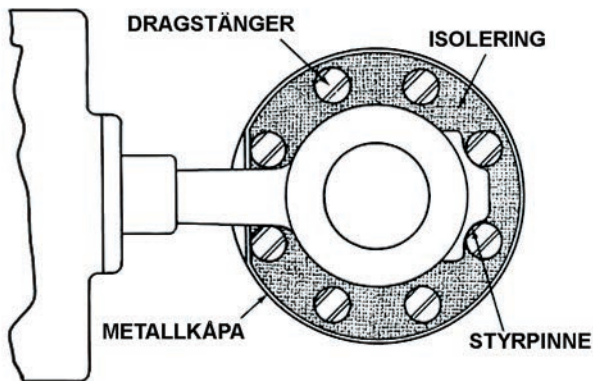

Bild 2
5. Om isolering av ventilhuset krävs, ska ventilkåpan inte isoleras. Bild 2 visar en rekommenderad isoleringsmetod.